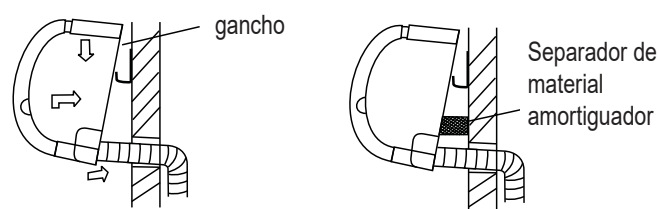

fig. 11
- Levante el ventiloconvector de la parte inferior y coloque un espaciador para que pueda trabajar fácilmente como se muestra en "fig. 11"